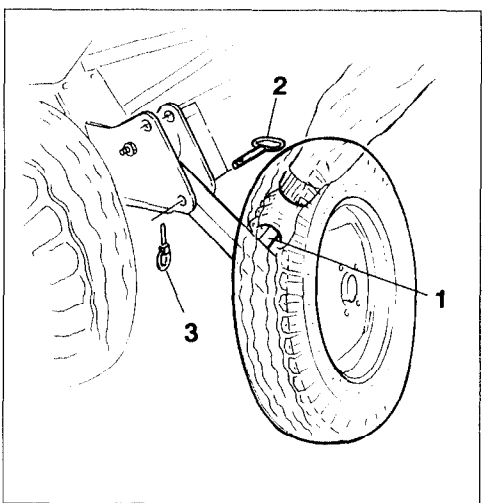

Fig. 20.13
- Saisissez fermement la roue de transport "droite" par la poignée (fig. 20.13/1).
- Retirez la goupille et l'axe (fig. 20.13/2) puis faites basculer la roue vers le bas.
- Fixez la roue de transport "droite" (fig. 20.13/2) puis verrouillez avec une goupille agricole (fig. 20.13/3).